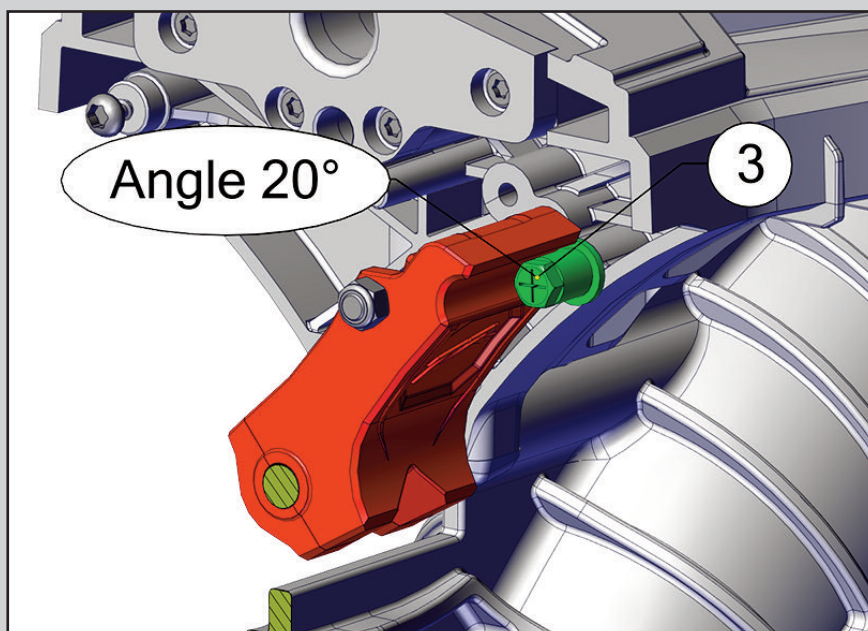

Fig. 2
Revisser la butée restante dans le trou 3 (fig. 2).
*Screw the other stop screw (ref. FB04091) in hole 3 on the other side (fig. 2).*